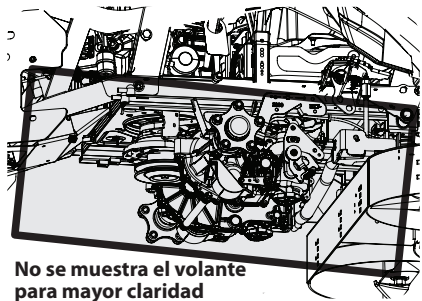

Figura 37
- Limpie alrededor y cerca de la transmisión, eje y área de ventiladores. Consulte la Figura 37.